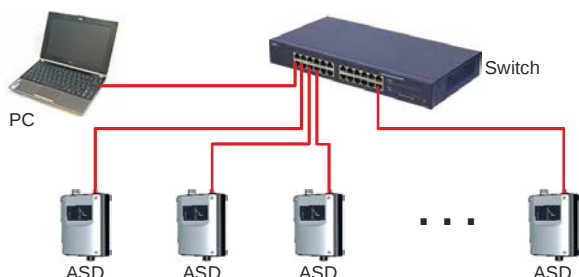

Fig. 52 Struttura di una rete di ASD tramite Ethernet
- La lunghezza della linea tra i dispositivi come raffigurato nella **Fig. 52** (Switch – ASD / Switch – PC) è di max. 100 m.